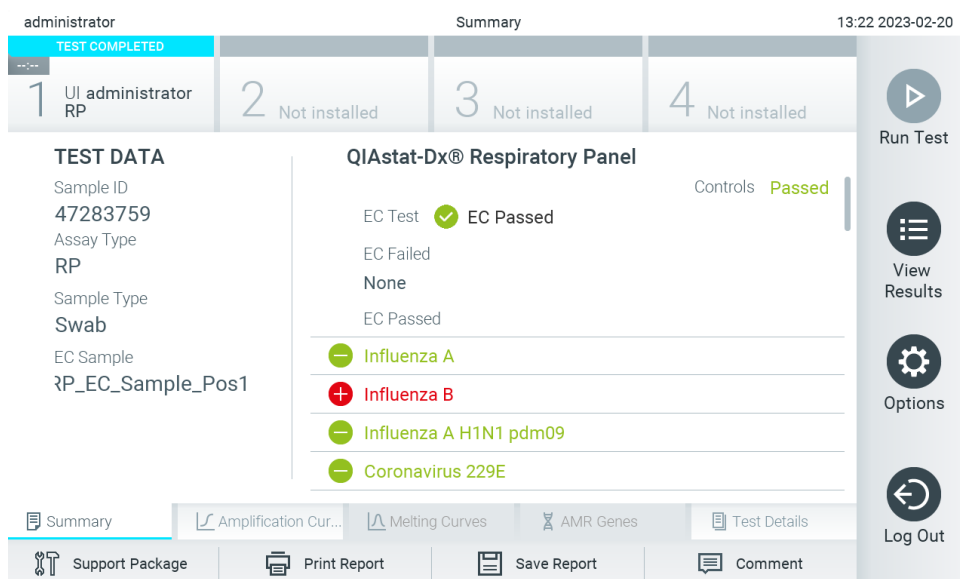

Figura 100. Ecranul Summary (Rezumat) cu rezultatele EC.
12. După ce cartușul de test QIAstat-Dx a fost scos, va apărea ecranul **Summary** (Rezumat) cu rezultatele (Figura 100).